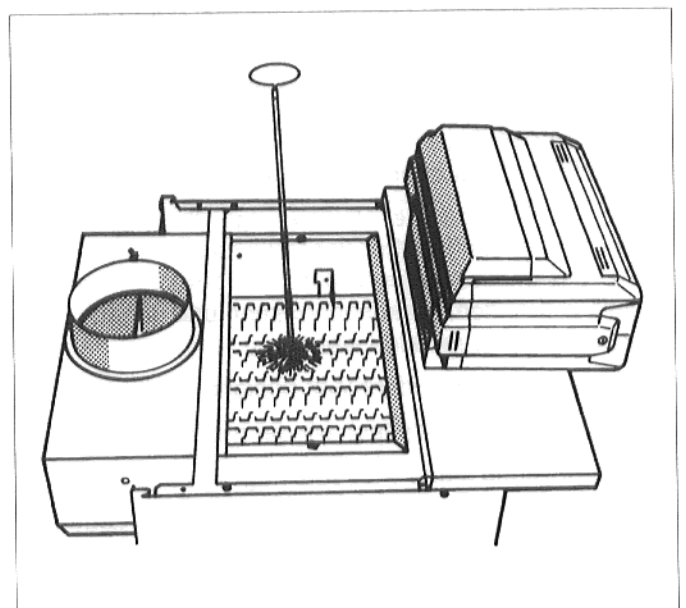

Abb. 26: Bürstenreinigung
- Heizgaszüge durchbürsten (Abb. 26).